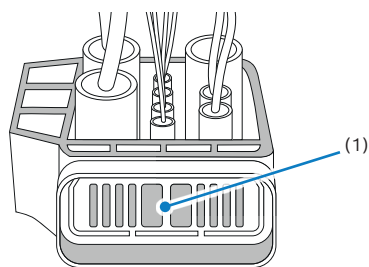

Figure 3
15. Déverrouiller et débrancher la prise X26 du faisceau de câbles (figure 3) :
- déposer l'arrêt (1).